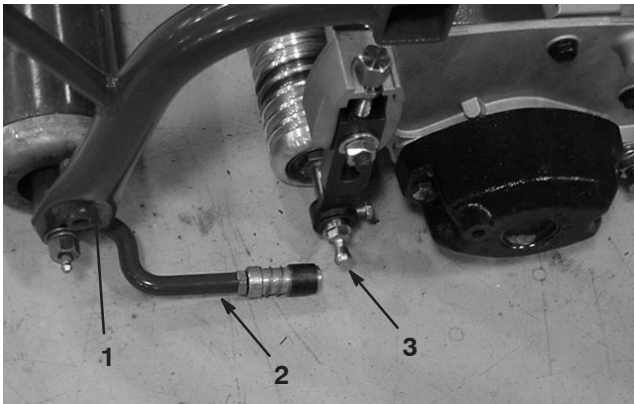

Bild 10
2. Bringen Sie an jedem Ende der vorderen Rolle der Mähwerke jeweils eine Scheibe und einen Kugelbolzen an (Bild 10).
4. Schieben Sie die Hülse am Kugelgelenk zurück und drehen den Zugarm so nach unten, dass der Innensechskant über den Kugelbolzen passt. Lösen Sie die Hülse, so dass sie über den Bolzen geht und die Baugruppen miteinander verbindet (Bild 10).